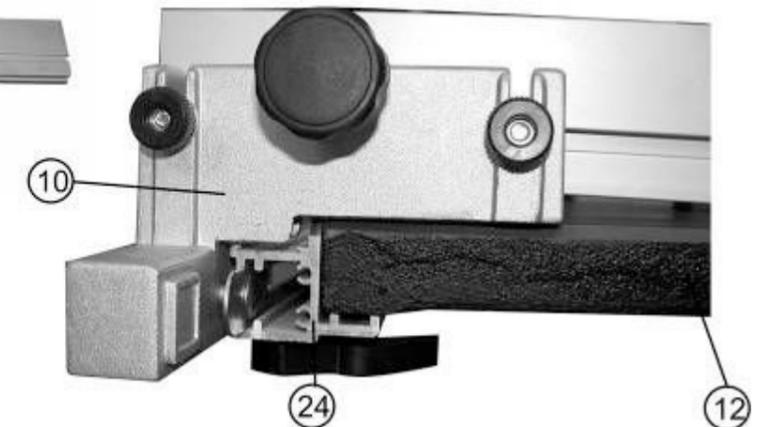

Рис.7
10.2.3. Как показано на Рис.7, установите подвижный упор (10) так, чтобы подвижный упор (10) свободно перемещался по направляющей планке (24) и рабочему столу (12).